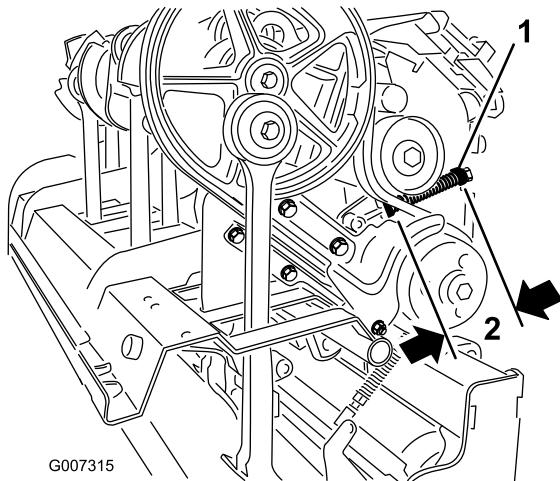

Figura 35
- C. Afloje la contratuerca que sujeta el retenedor del muelle (Figura 35).
- D. Ajuste el retenedor del muelle hasta alcanzar la longitud necesaria del muelle comprimido (Figura 35).